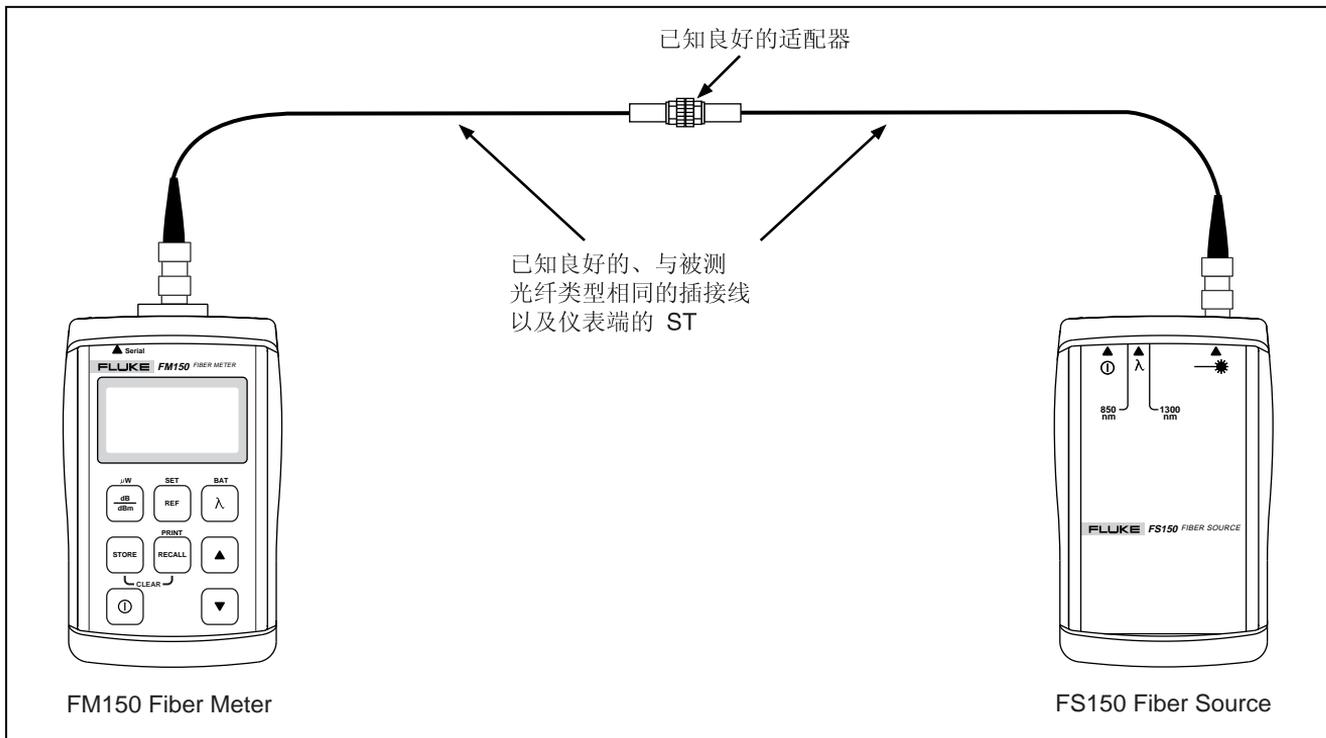
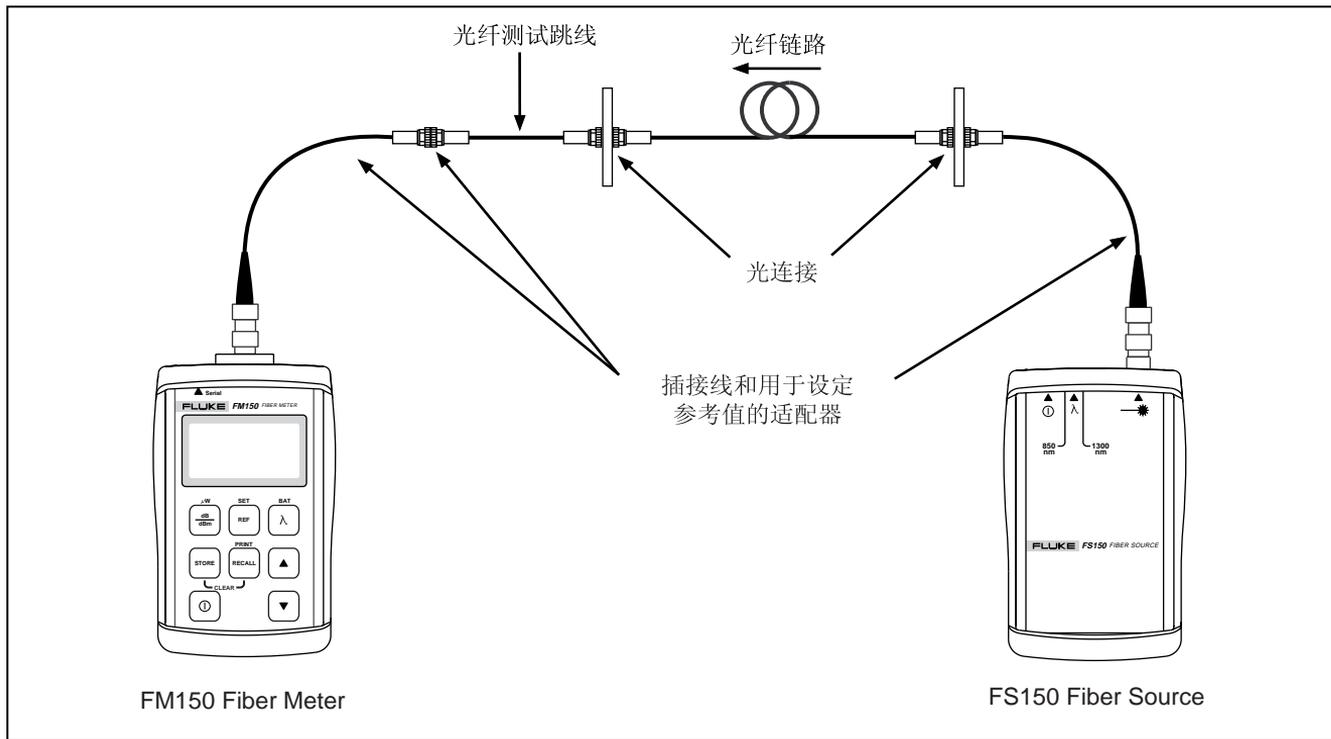

图 6. 设置参考值
图 7. 测量损耗
3. 按图 6 所示进行连接。启动测试仪。按  键选择适当波长。通常，读数约为 **-20 dBm**，如果读数太低，请检查光源接口和波长，或再次清洁光纤端面，或更换接插线，或更换适配器。
光功率损耗是指在通过光纤链路中的光纤、适配器、接口和其他部件时发生的少量光能损失。受测光纤的损耗值自动被计算为插入光纤的实测损耗值与参考损耗值两者之差（参见图 6 和图 7）。
4. 按图 7 所示进行连接。